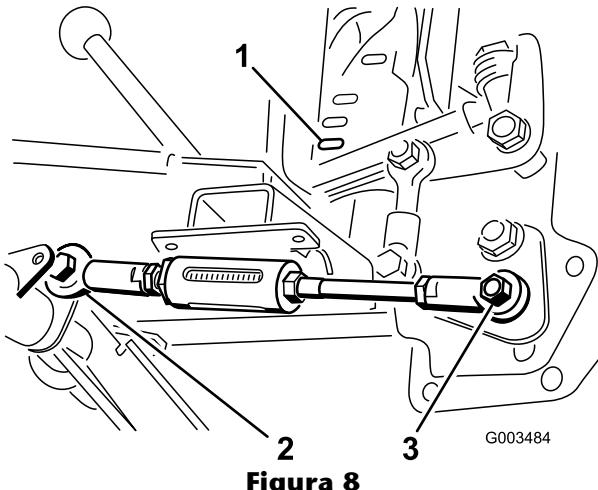

Figura 8
- Spostare la stegola di sollevamento fino ad allineare il foro del giunto a sfera con il foro sul lato destro dell'asta regolabile sul tubo orientabile e fissare l'asta alla leva con un bullone (1/2 x 1-1/2 pollici) e un dado di bloccaggio (1/2 pollice), come illustrato nella Figura 8.